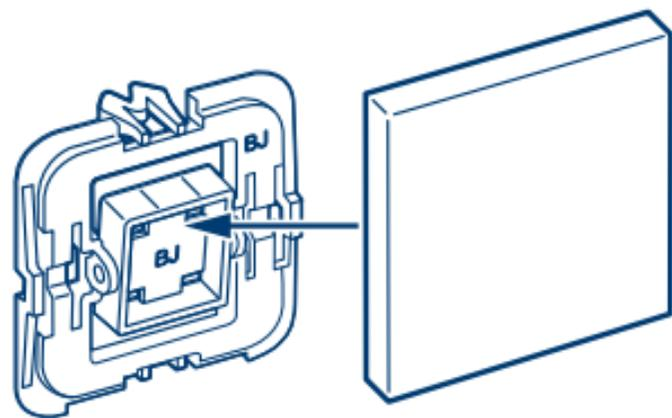
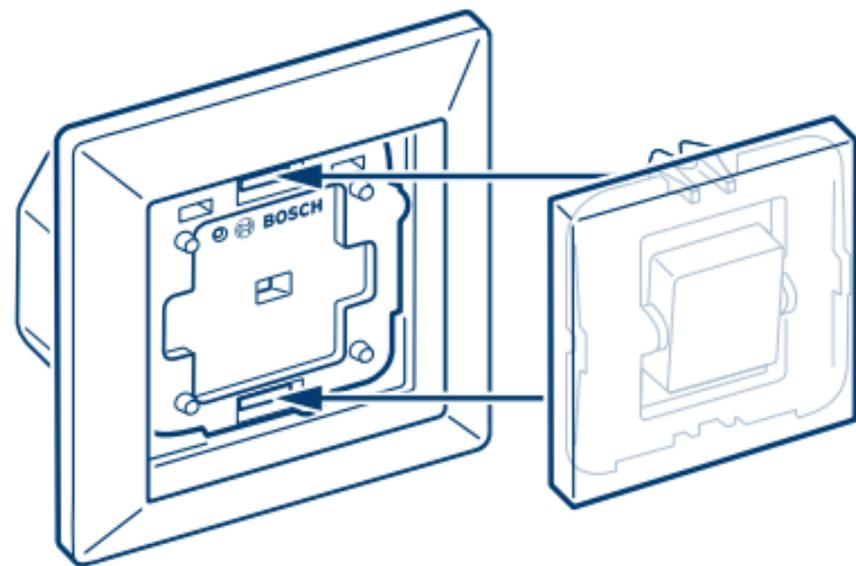

Abbildung 4
Abbildung 5
- ▶ Ist die Rollladeneuerung erfolgreich in das Smart Home System eingebunden, befestigen Sie den passenden Adapter auf Ihrer Wippe (s. Abbildung 4). Montieren Sie anschließend diese Einheit zusammen mit dem Rahmen auf der Rollladensteuerung. Setzen Sie die beiden Rasternasen in die vorhandenen Langlöcher (s. Abbildung 5).